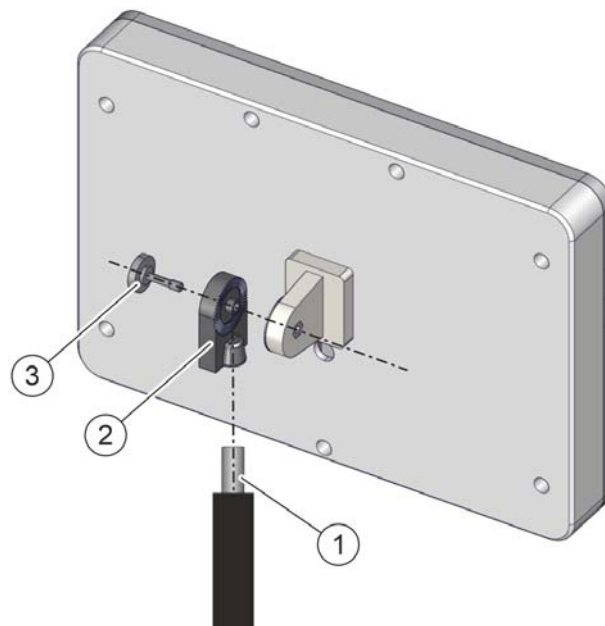

Abb. 3.1: Montage BA Thermo auf Stativ
- ▶ 3. Halter *Abb. 3.1 - (2)* auf Stativ *Abb. 3.1 - (1)* schrauben.
- ▶ 4. Gehäuse mit Hilfe der Rändelschraube *Abb. 3.1 - (3)* mit dem Halter auf dem Stativ verschrauben.